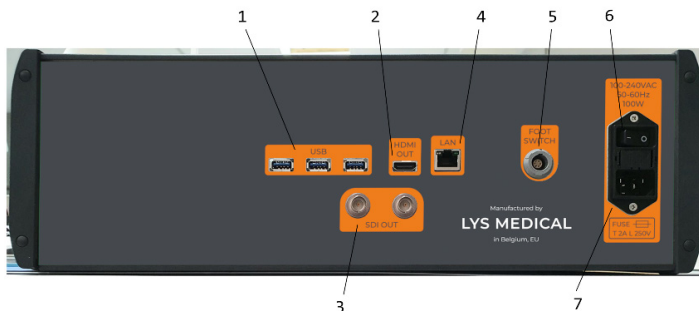
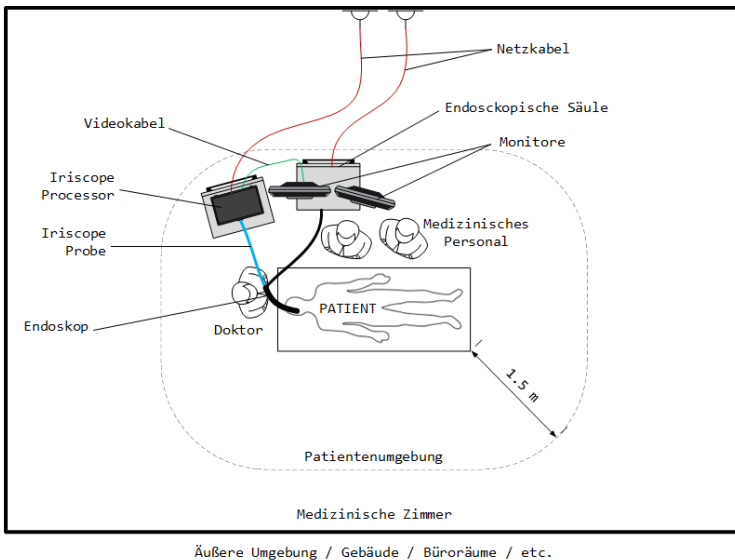

Abbildung 4 - Rückseite des Controllers
Abbildung 6 - Geräteanordnung im Endoskopieraum
1. Installieren Sie den Controller im Endoskopieraum in einem Abstand von maximal 1 m zum Patienten und in der Nähe der Endoskopieanlage (siehe Abbildung 6) Sicherstellen, dass der Netzschalter und das Kabel (siehe #6 und #7 in Abbildung 4) zum Trennen des Controllers immer zugänglich sind.
3. Schließen Sie die verschiedenen Kabel an den Controller an (in Abbildung 4 ist die Lage der verschiedenen Anschlüsse dargestellt):